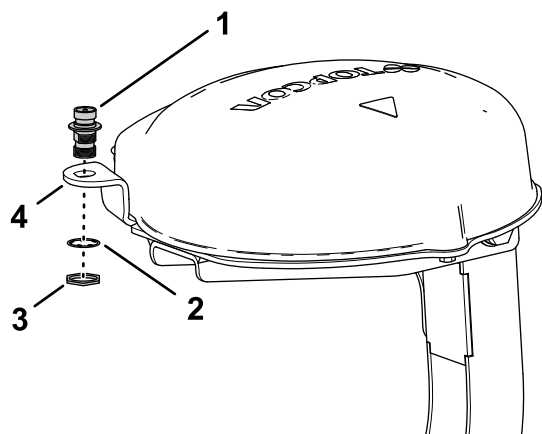

Figura 156
1. Alinee el conector coaxial con el orificio de la pestaña de la antena RTK, con las roscas del conector hacia abajo (Figura 156).
2. Monte el conector coaxial a la pestaña de la placa del receptor con la arandela de freno y la contratuerca, y apriete la contratuerca a mano (Figura 156).